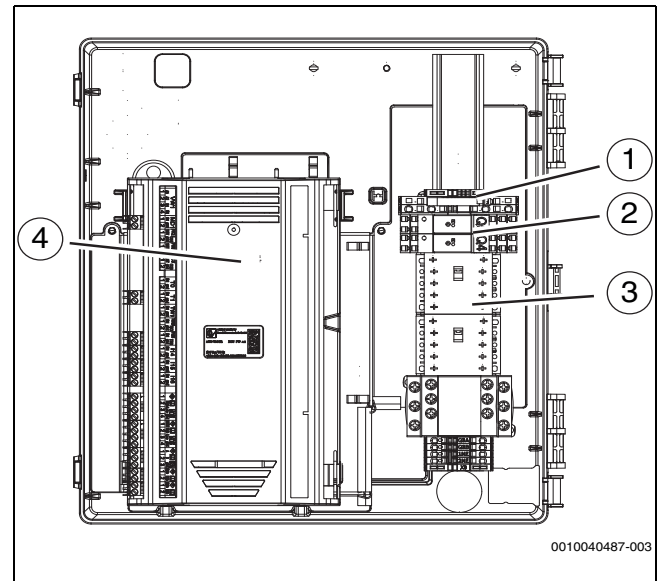

Bild 33 Anordnung der Komponenten im Klemmenkasten
- Anschlusskabel über die Kabelverschraubungen auf der Rückseite durch die Wellschläuche führen. Eine Verlängerungsschnur verwenden. Die richtige Reihenfolge der Schläuche ist Abbildung 33 zu entnehmen.
- Kabel mit Kabelbindern an den Befestigungspunkten befestigen (→ Abbildung 33 [7] und [9]). Darauf achten, die Kabel nicht über Kreuz zu verlegen.